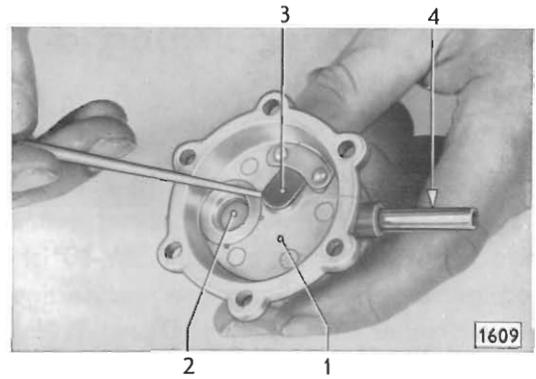

Bild 12 - Saugventil (Einlaßventil) auf leichte Beweglichkeit prüfen
6. Saug- und Druckventil (bzw. Einlaß- und Auslaßventil) auf leichte Beweglichkeit prüfen (Bild 12 und 13).